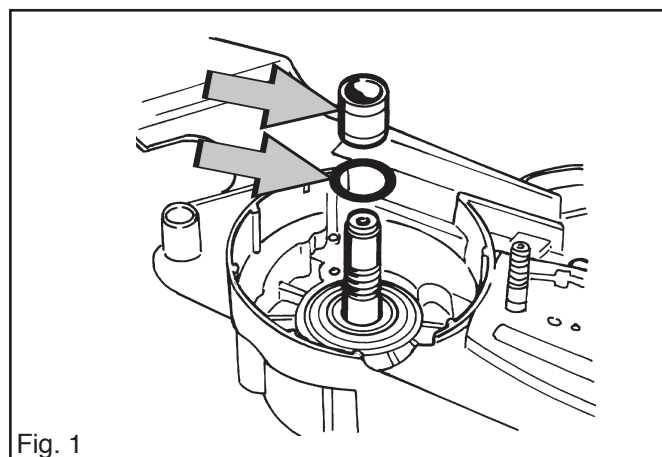

Fig. 1
3. Retirer la rondelle et la bague d'entretoisement sur le côté de l'embrayage. Voir fig. 1.